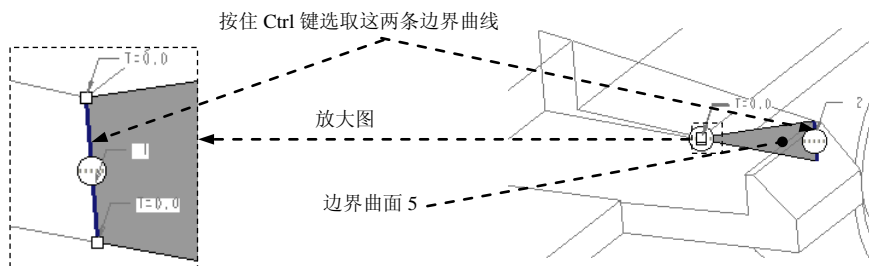

图 20.23 定义边界曲面 5
- (1) 按住 **Ctrl** 键，选取合并面组 5 和边界曲面 4。
- (2) 单击 **分型面** 操控板中 **编辑** 区域的 **合并** 按钮，此时系统弹出“合并”操控板。
- (3) 在操控板中单击 **选项** 按钮，在“选项”界面中选中 **相交** 单选项。
- (4) 在“合并”操控板中单击 **✓** 按钮。
Step16. 创建图 20.23 所示的边界曲面 5。
- (1) 单击 **模型** 功能选项卡中的 **切口和曲面** 按钮，在系统弹出的菜单中依次单击 **曲面** **▶** **边界混合**，系统弹出“边界混合”操控板。
- (2) 定义边界曲线。按住 **Ctrl** 键，依次选取图 20.23 所示的两条边界曲线。
- (3) 在操控板中单击 **✓** 按钮，完成边界曲面 5 的创建。